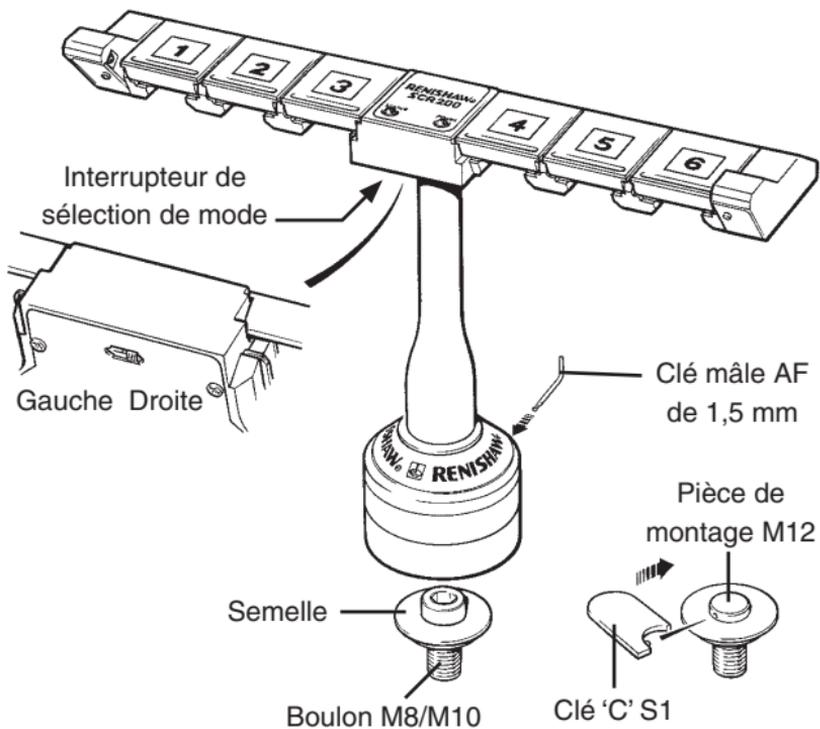

Figure 14 - Montage du rack SCR200 sur la MMT
- Voir la Figure 14.
- Déplacez l'interrupteur coulissant (voir la Figure 14): -